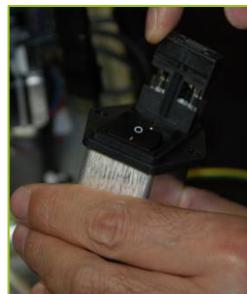

Figura 12 Illustrazione operazione di estrazione e sostituzione fusibili
2. Estrarre il supporto dei fusibili e procedere alla sostituzione (Figura 12).